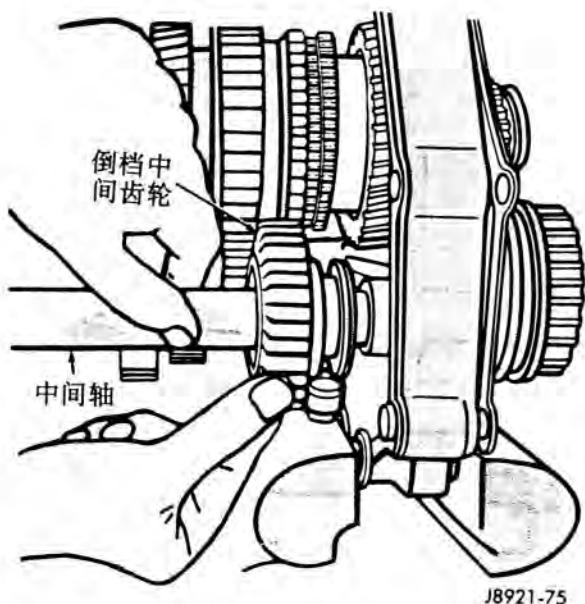

图 75 安装倒档中间齿轮和中间轴
(2) 把倒档中间齿轮安装到倒档中间齿轮轴上。然后把轴和齿轮安装到中间隔板上（图 75）。安装倒档中间齿轮轴锁板并用 18 牛顿米（13 磅英尺）的扭矩紧固螺栓。